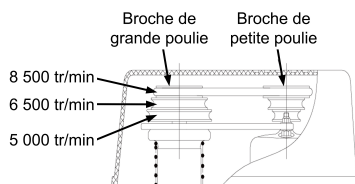

Fig. 2
2. Choisissez la vitesse de perçage souhaitée et placez la courroie à la position désirée. Consultez le tableau à l'intérieur du couvercle de la courroie d'entraînement ou la figure 2.